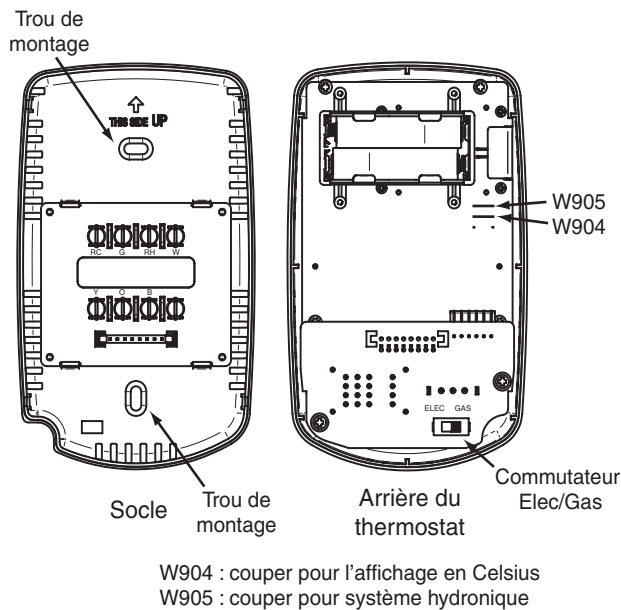

Figure 1. Thermostat
Ce thermostat a été configuré à l'usine pour les installations de chauffage et de climatisation à combustible fossile (gaz, mazout, etc.) et à air pulsé. Il est configuré convenablement pour tout système NE nécessitant PAS que le thermostat alimente le ventilateur lors d'un appel de chaleur. Si l'installation de chauffage électrique ou à thermopompe NÉCESSITE que le thermostat alimente le ventilateur lors d'un appel de chaleur, localiser le commutateur **ELEC/GAS** (figure 1) et le faire passer à la position **ELEC**. Ainsi configuré, le thermostat met le ventilateur en marche dès l'appel de chaleur. En cas d'incertitude concernant la nécessité pour le système de chauffage ou de climatisation de commander le ventilateur, communiquer avec un entrepreneur agréé en chauffage et climatisation.
- En se servant des deux vis de montage, fixer le socle de la façon illustrée à la figure 1, sans le serrer à fond. Le mettre de niveau, puis serrer les vis. (La mise à niveau n'est qu'esthétique et n'influence aucunement le fonctionnement du thermostat.) Pour fixer le socle dans des trous de montage existants ou trop grands, qui ne permettent pas de le fixer solidement, utiliser des chevilles de plastique.
Le thermostat fonctionne à l'aide de 2 piles alcalines de format AAA. Lorsque l'indication **LO BATTERY** s'affiche, cela signifie que les piles sont faibles et qu'il est temps de les remplacer par des piles alcalines Energizer® neuves de format AAA. Les piles se trouvent à l'arrière du boîtier du thermostat (figure 1).
- **CONVERSION °F/°C** : L'affichage par défaut est en degrés Fahrenheit. Pour afficher la température en degrés Celsius, couper le cavalier W904 sur le socle (figure 1).